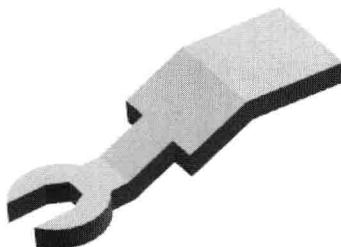
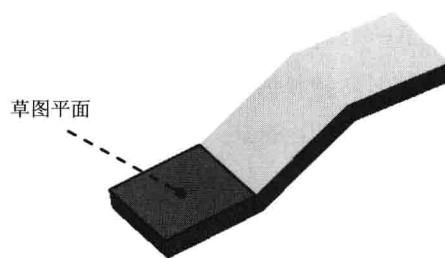

图 1.4 拉伸特征 2
图 1.5 草图平面
Step3. 创建图 1.4 所示的拉伸特征 2。选择下拉菜单 **插入(S)** → **设计特征(E)** → **拉伸(E)...** 命令（或单击 **拉伸** 按钮）；单击“拉伸”对话框中的“绘制截面”按钮 **草图**，系统弹出“创建草图”对话框，选取图 1.5 所示的面为草图平面，选中 **设置** 区域的